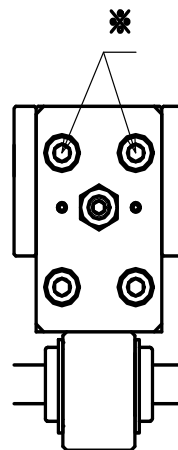

図5
- 2) No.100：ボルトの2本（図5の※印にて示唆している）を少しだけ緩めて下さい。